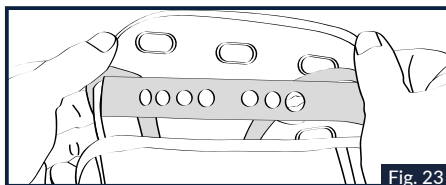

Fig. 23
1.1 Eine Seite des oberen Teils des Futters umstülpen und den vorderen runden Einstellknopf des Seitenfutters, welcher sich an der Unterseite desselben befindet, von der darunter liegenden Längshalterung aus Kunststoff, welche mit sieben Löchern versehen ist, aushaken (Abb.23).